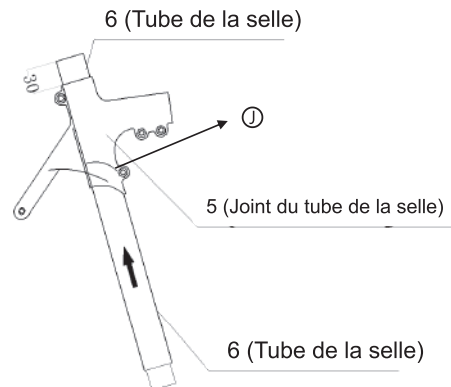

Figure 10-2.
c. Réglez la hauteur de la pièce 6 et positionnez-la environ 30 mm plus haut que la pièce 5, comme illustré à la Figure 10-2.